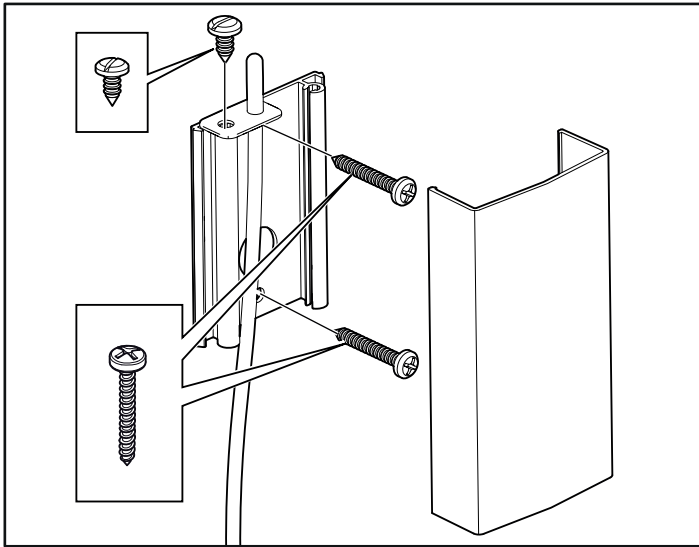
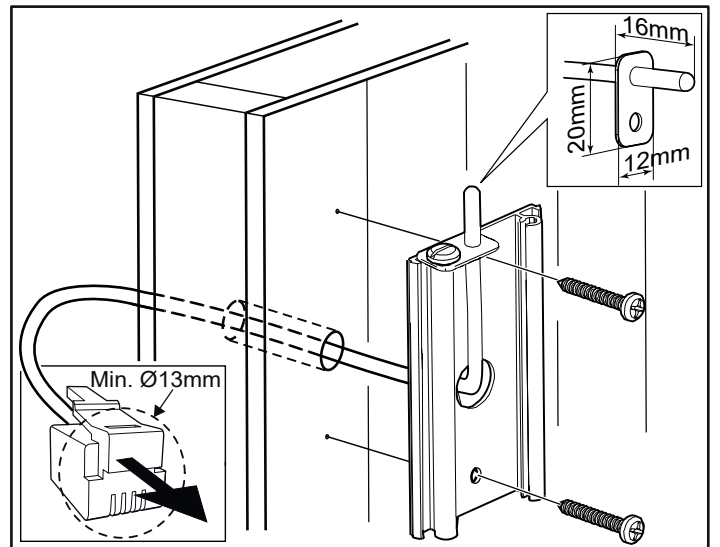

Abb. 15: Montage des Sensors
Abb. 16: Kabelführung durch die Wand.
13. Befestigen Sie den Sensor an der Wand, siehe Abb. 15. Die Thermistorleitung kann auch durch die Wand verlegt werden. Dichten Sie ggf. gebohrte Löcher in der Wand hinter dem Sensor ab, siehe Abb. 16. Die Thermistorleitung kann außerhalb der Sauna mit einer abgeschirmten zweiadrigen Schwachstromleitung verlängert werden.